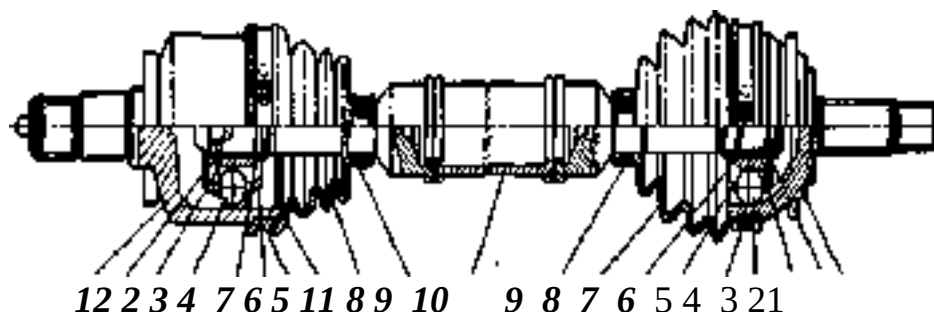

Рис. 7.4. Привод переднего колеса:
4. Рассмотрите привод и сопоставьте его устройство с изображением на рис. 7.4.